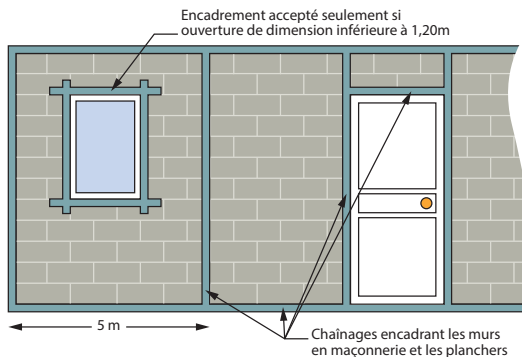

Fig.10 Ajout de chaînages horizontaux et verticaux encadrant les maçonneries (élévation)
- Renforcement par ajout de chaînages en béton armé en vue d'améliorer la ductilité (Fig.10).